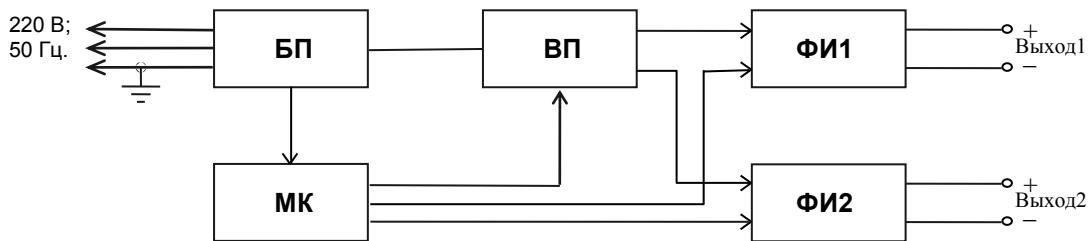

Рис.1 Структурная схема испытательного генератора ИГИ 1.2
4.1 Структурная схема испытательного генератора ИГИ 1.2 представлена на **рис.1**.